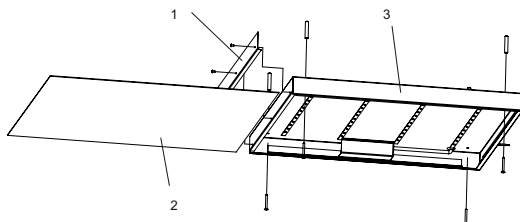

Рисунок 1
2.2 накладной монтаж осуществляется следующим образом (см. рисунок 1):
- открутить 3 винта и снять боковую крышку (1) светильника;
- извлечь рассеиватель (2);
- закрепить корпус светильника (3) через имеющиеся отверстия непосредственно на поверхность потолка. Крепёж для накладного монтажа в комплекте не поставляется;
- в обратном порядке установить на корпус светильника (3) рассеиватель (2);
- установить боковую крышку (1) обратно и зафиксировать винтами.